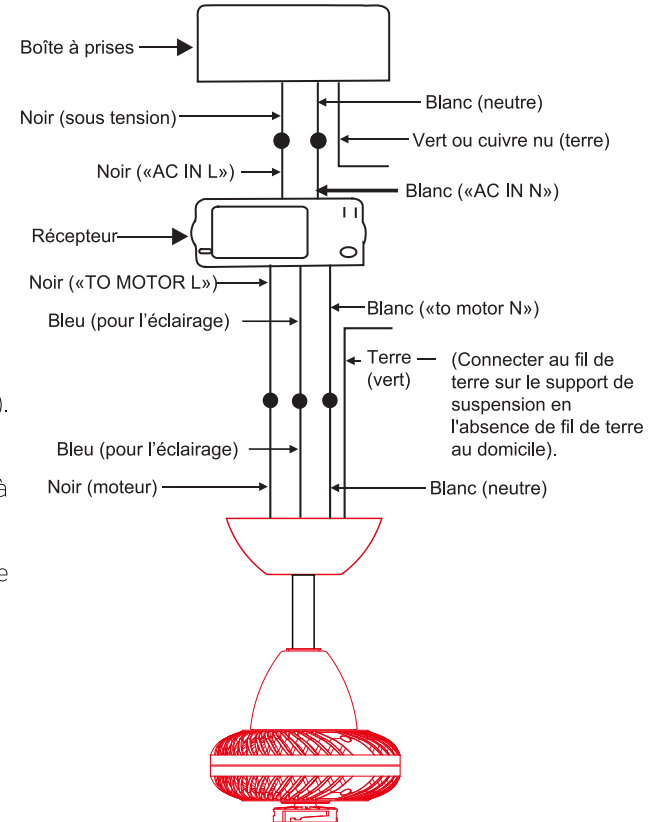

Fig. 13
**Étape 2.** Connexions électriques entre le moteur et le récepteur : (Fig. 13)
**Étape 3.** (Fig. 13) Connexions entre récepteur et fils d'alimentation du domicile :
**Étape 4.** (Fig.13) Si la boîte à prises a un fil de masse (vert ou cuivre nu), le connecter aux fils de mise à la terre du ventilateur : en l'absence de ce fil, connecter le fil de mise à la terre du ventilateur au support de montage. Sécurisez la connexion du fil avec l'écrou en plastique (fourni). Après avoir connecté les fils, séparez-les de sorte que les fils verts et blancs se trouvent sur un côté de la boîte à prises et les fils noirs et bleus de l'autre côté.